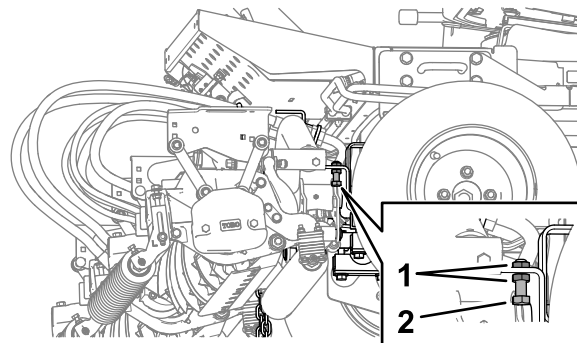

Figura 28
1. Em cada lado da máquina, afrouxe as contraporcas e recue os batentes do braço de elevação (**Figura 28**).